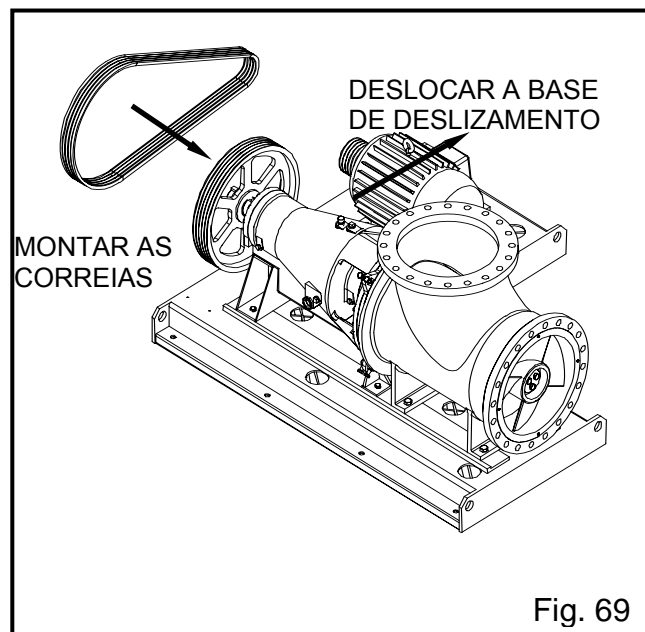

Fig. 69
22. Instalar as correias em V, tensionar afastando a base deslizante da bomba. Ajustar e verificar a tensão do accionamento segundo as instruções do fabricante, ver a Fig. 69.
23. Apertar a protecção (501) à sub-base usando